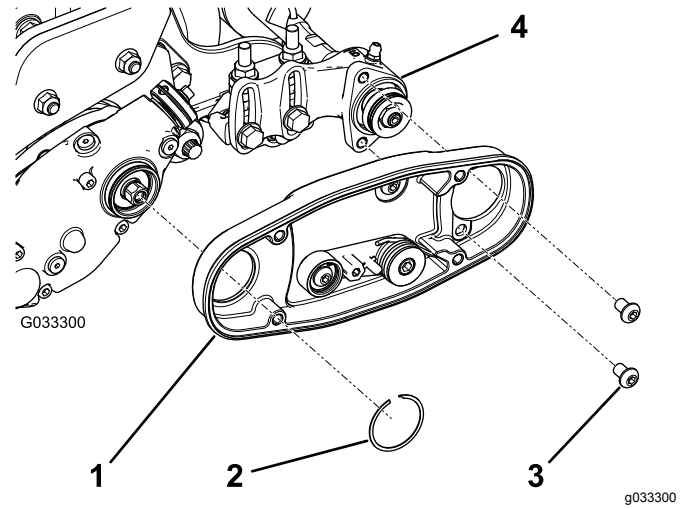

Figura 8
2. Instale el alojamiento del cepillo del rodillo izquierdo o derecho (Figura 8).
Nota: Asegúrese de que la polea tensora está instalada en la parte inferior, según se muestra en Figura 8.
3. Aplique Loctite 242 (azul) a los 2 pernos (5/16" x 1/2") y utilícelos para montar el alojamiento del cepillo de rodillo en el alojamiento del cojinete (Figura 8).
4. Sujete el alojamiento del cepillo del rodillo al alojamiento de la transmisión del groomer con el anillo de retención (Figura 8).